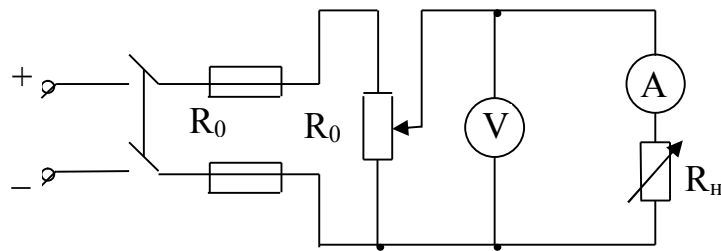

Рисунок 1 Схема электрической цепи
1. Собрать электрическую цепь по схеме (рис.1).